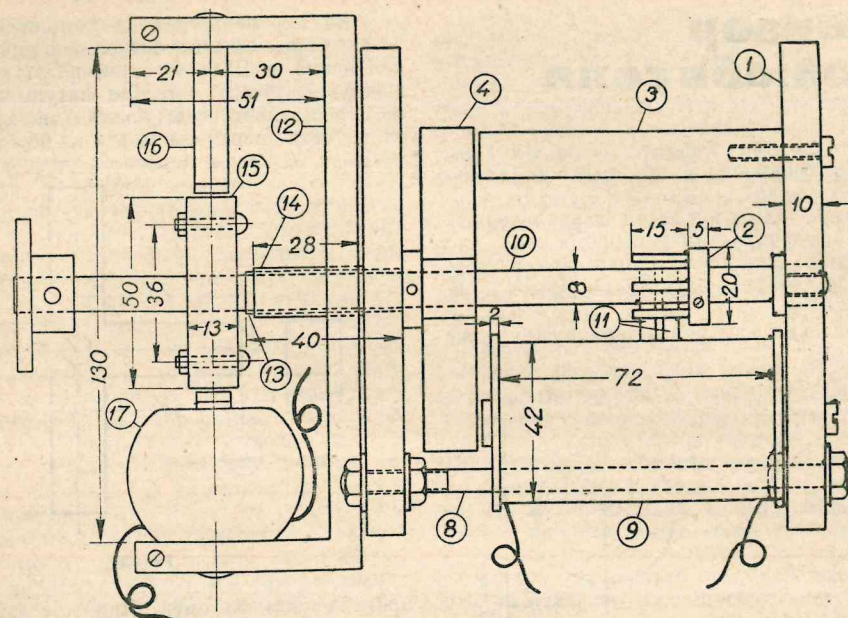

Рис. 4
Пусковое устройство (отмечено цифрой 2 на рис. 4) представляет собой не что иное, как прерыватель с двумя парами щеток (шпалосок латуни), включаемых последовательно в цепь обмоток электромагнитов. Для понижения искробразования (размывается ток порядка 3—4 A) параллельно щеткам включены конденсаторы общей емкостью до 6 мкф (нормальный рабочий ток равен 0,3 A).
Щетки укрепляются относительно свободно, изолированы на одном из стяжных болтов (8, рис. 4) с таким расчетом, чтобы они при пуске нажимали на шпильки пускового устройства (2). Вращаясь, шпильки нажимают на первую щетку, которая, изгибаясь от нажима шпильки, прижимается ко второй, и в этом случае якорь под влиянием толчков тока, посылаемого через щетки в электромагниты, будет развешиваться до необходимого нам числа оборотов, т. е. 750, после чего надлежит включить контакт, который направит ток прямо в электромагниты, минуя щетки, а последние рукой отводятся в сторону.
Верхняя крышка моторчика представляет собой (6, рис. 4) кусок железа, где в качестве подшипника использована латунная трубка (13) большой длины. Обе крышки стянуты болтами, имеющими гайки с обеих сторон для регулировки расстояний этих крышек между собой и свободного без особой шпворки вращения оси моторчика.